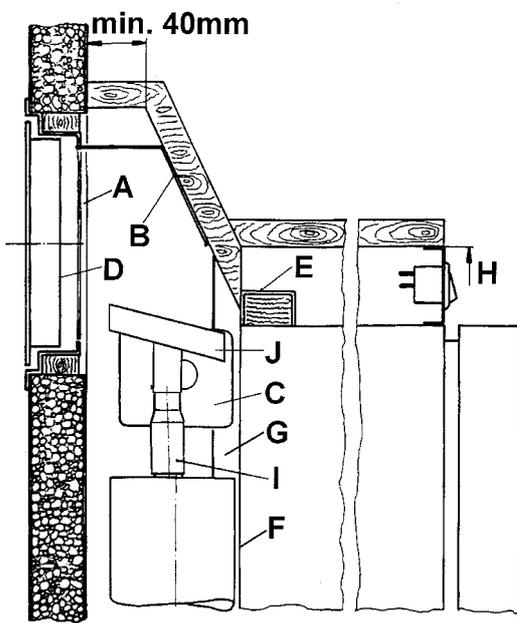
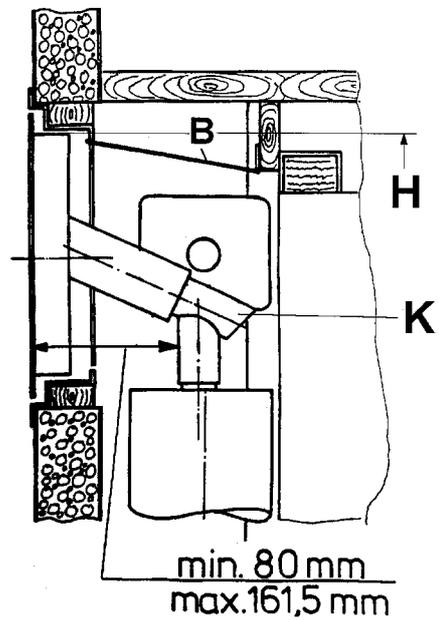

Fig. 7a
Fig. 7b
L'apertura inferiore verrà posizionata al di sopra del bordo inferiore della nicchia e quella superiore più alto possibile al di sopra del condensatore (C) del gruppo refrigerante, come dimostrato in fig. 7b, o meglio ancora come in fig. 7a.
Lo spazio fra il retro della nicchia e la parete del veicolo (fig. 7a/b) è isolato dalla zona dove si abita. In tal modo si evitano le correnti di aria fredda (campeggio invernale), e i **gas di combustione non possono penetrare nel veicolo**. In tal modo non è più necessario lo scarico convenzionale, dato che i gas escono dalla griglia superiore assieme all'aria di ventilazione.
Ricoprendo la parte superiore della nicchia, al di sopra del tubo di scarico (I) fig.7a/b, con una lamiera di alluminio (B), si facilita la dispersione del calore.